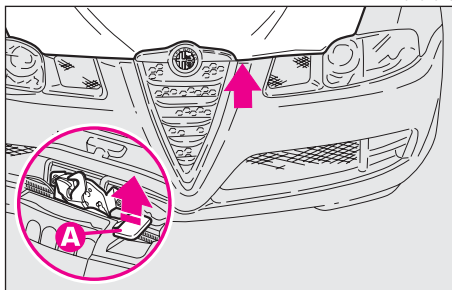

fig. 147
- pousser vers le haut le levier (**A-fig. 147**) du dispositif de sécurité.